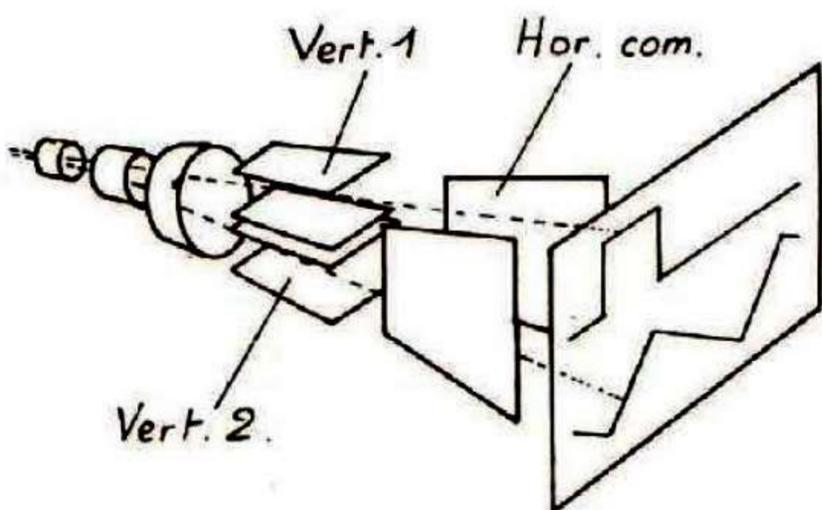

Fig. 2. - Tube bifaisceau.
b) Tube bifaisceau (voir fig. 2)